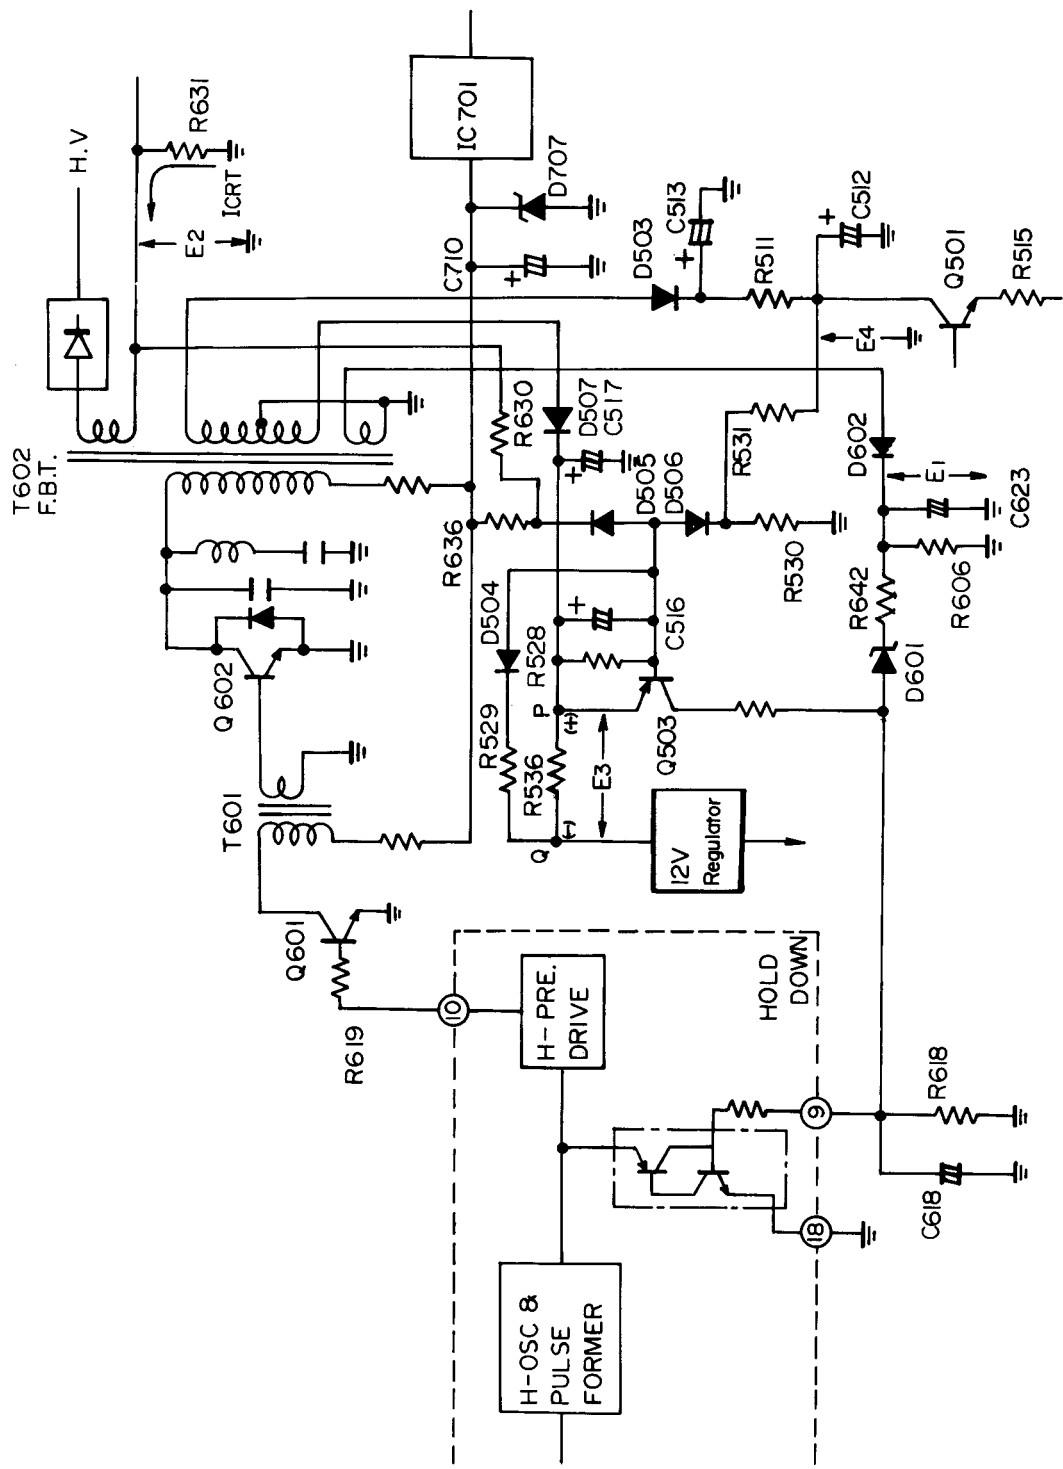

Figure 14.
- (1) D707: Ce circuit est court-circuité pour ouvrir F701 lors d'une augmentation excessive de la source de courant de 115V. Si le IC701 régulateur est court-circuité par erreur, la diode est activée. Une fois que le court-circuitage du D707 se produit, effectuer le dépannage et la réparation, et remplacer le D707 inrégliable par un neuf. Le D707 nécessite environ 135V pour devenir conductible.
- (2) Fonctions de maintien de CI horizontal/vertical (y compris le transistor détecteur de panne Q503): Les fonctions de maintien simple du IC501 sont décrites ci-dessous. La tension d'oscillation horizontale, de la Fig. 14, est convertie en ondes carrées dans le circuit de formation d'impulsion et envoyée au circuit d'excitation H-pre.
Toute la puissance pour les signaux TV est obtenue à partir de la source +12V. Si un court-circuit se produit dans la ligne de +12V, une tension E_3 est produite à travers R536. (Voir Fig. 14 pour ses polarités.) Le niveau de tension au point Q est inférieur à celui du point P. La tension à Q est alors envoyée à la cathode de D504 par l'intermédiaire de la résistance R529. L'anode de D504 est branchée à la base du transistor Q503. Le point P est l'émetteur de Q503 et le transistor Q503 s'enclenche avec la baisse de la tension de base.